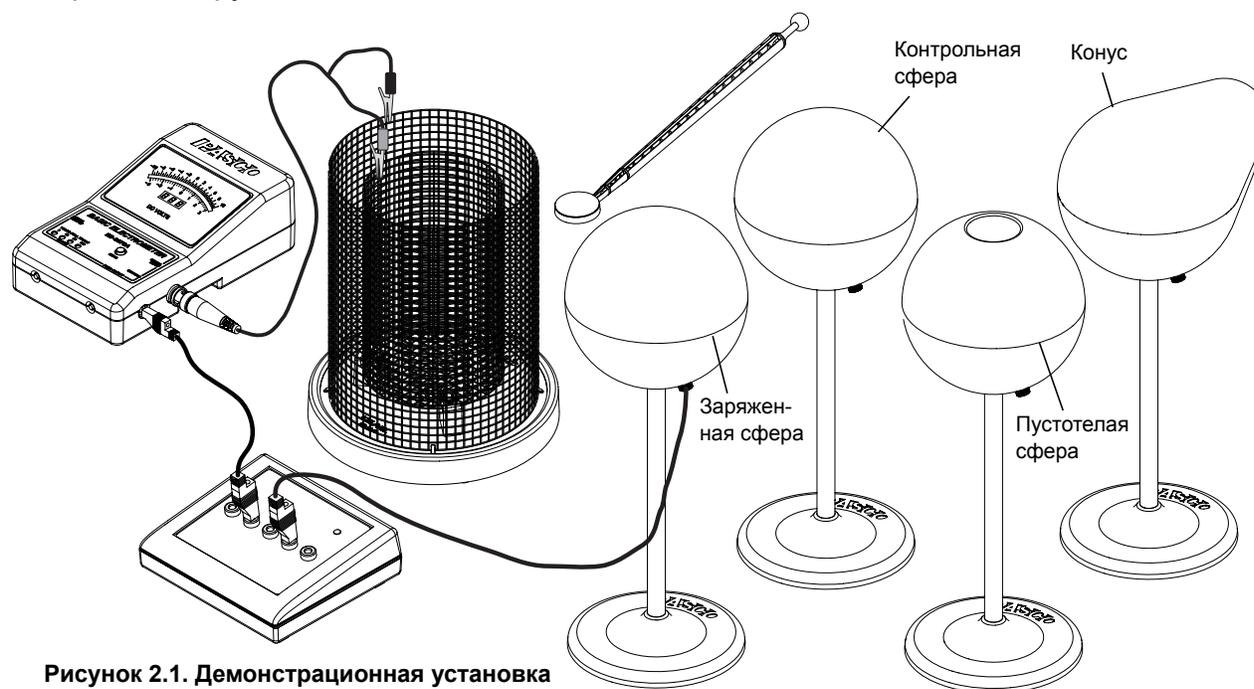

Рисунок 2.1. Демонстрационная установка
1. Перед началом опыта убедитесь, что клетка Фарадея правильно заземлена, то есть экран подсоединен к цепи заземления. Электрометр, подключенный к клетке, также должен быть заземлен (например, путем подсоединения к разъему СОМ источника электростатического напряжения). Соберите установку (см. рис. 2.1), подсоединив черный провод к верхней грани экрана, а красный провод – к верхней грани клетки.
5. Теперь поднесите сферу, заряженную от источника постоянного напряжения 2000 В, к заземленной сфере на расстояние примерно 1 см между поверхностями. Включите источник напряжения (ON), затем измерьте и запишите значения заряда в тех же точках, что на предыдущем шаге.